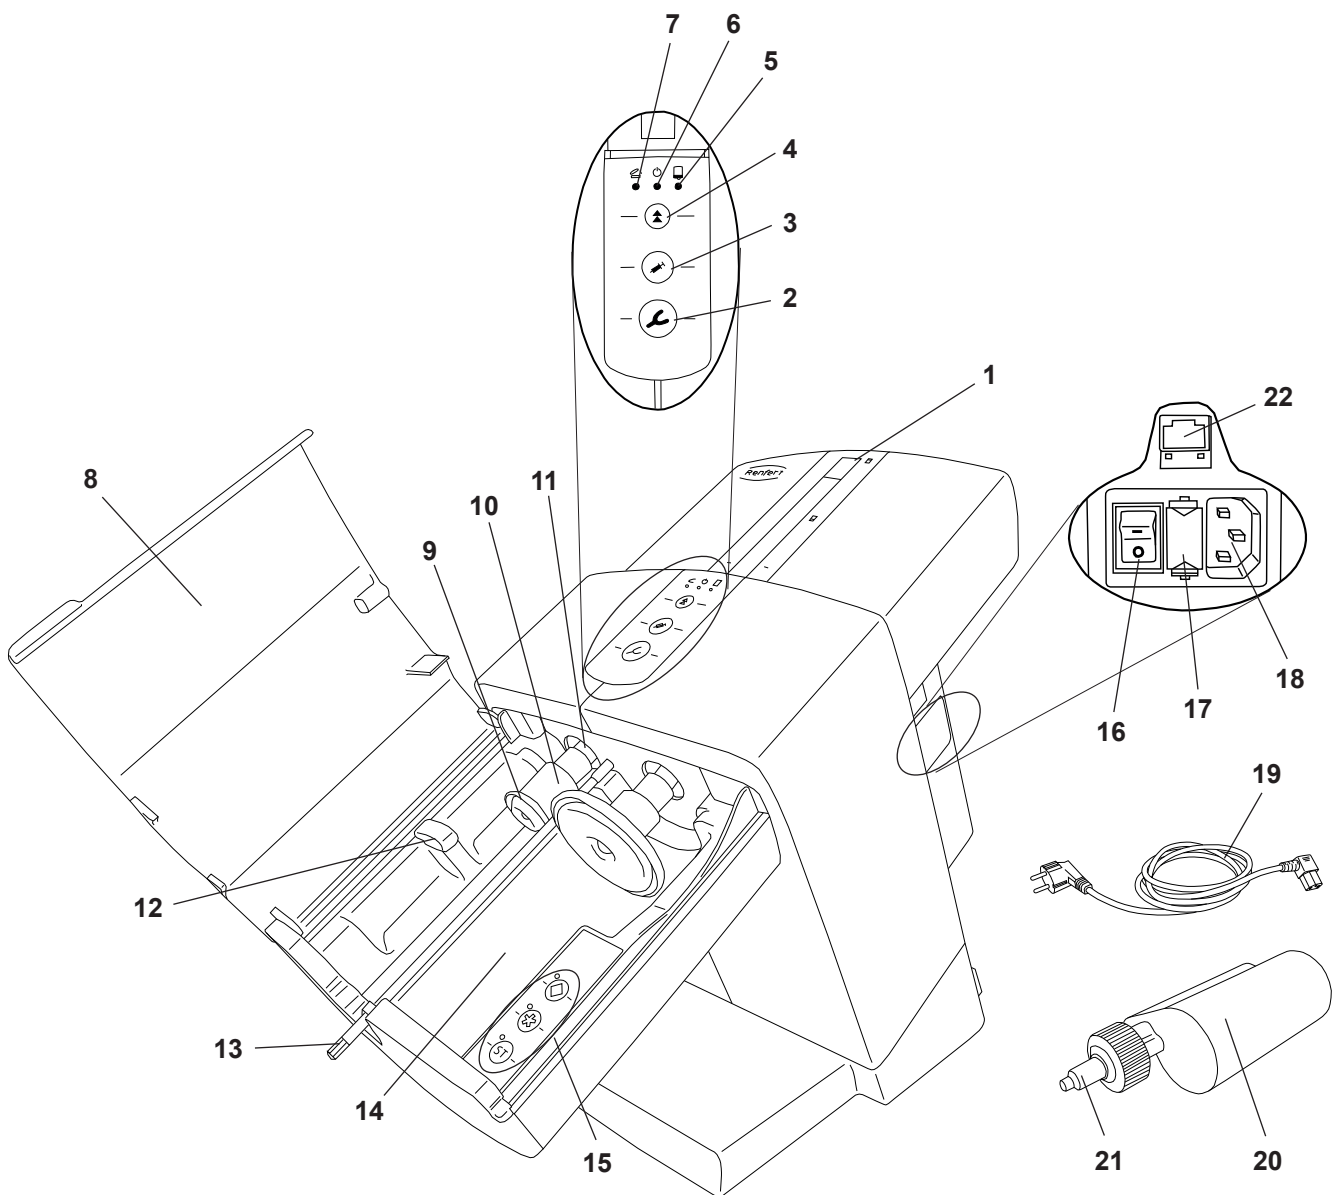

Fig. 1
- ⇒ Conectar el cable de red provista (19, Fig. 1) en el conector de red (18).
- ⇒ Encender el dispositivo con el interruptor de red (16).
- ⇒ Cerrar la tapa del dispositivo (8, Fig. 1).
- ⇒ Pulsar la tecla de retroceso (4).
- ♦ Desplazar los platos de presión (9, Fig. 1) y detenerlos en la posición inicial.
- ⇒ Retirar las piezas de seguridad de transporte (23).
El cartucho solo se puede insertar y cambiar cuando los dos platos de presión (9, Fig. 1) están en la posición inicial.
⇒ Cerrar la tapa del dispositivo (8, Fig. 1).
⇒ Abrir la tapa del dispositivo (8, Fig. 1).
⇒ La tapa del dispositivo solo se puede cerrar si el cartucho está correctamente insertado. Si la tapa del dispositivo no está correctamente cerrada, se encenderá el diodo rojo “Tapa del dispositivo abierta” (7, Fig. 1).
♦ El hexágono de mezcla (13, Fig. 1) empieza a girar y se acopla automáticamente en la boquilla de mezcla (21, Fig. 1). A continuación, vuelve a detenerse.